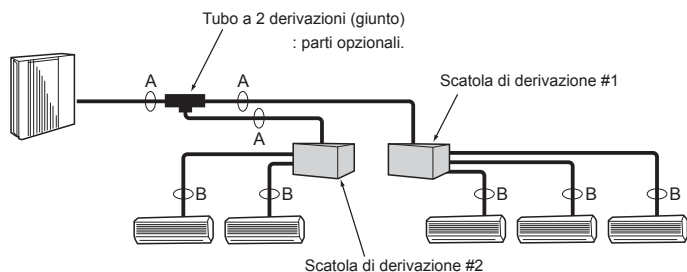

Fig. 4-3
4.3.2. Collegamento con scatola di derivazione (Fig. 4-3)